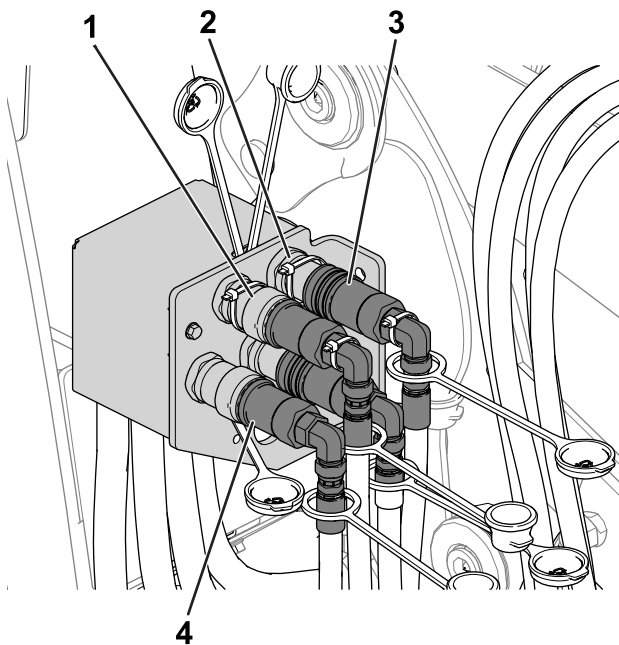

Figura 52
5. Attenersi ai seguenti passaggi per collegare i giunti idraulici (Figura 52):